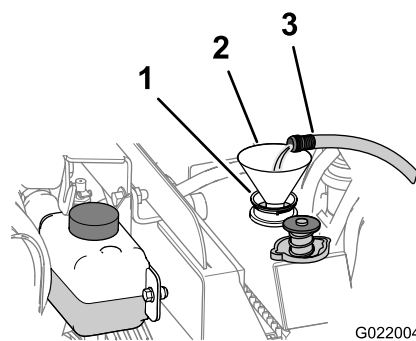

Рисунок 81
B. Заполните радиатор чистой водой (Рисунок 81).